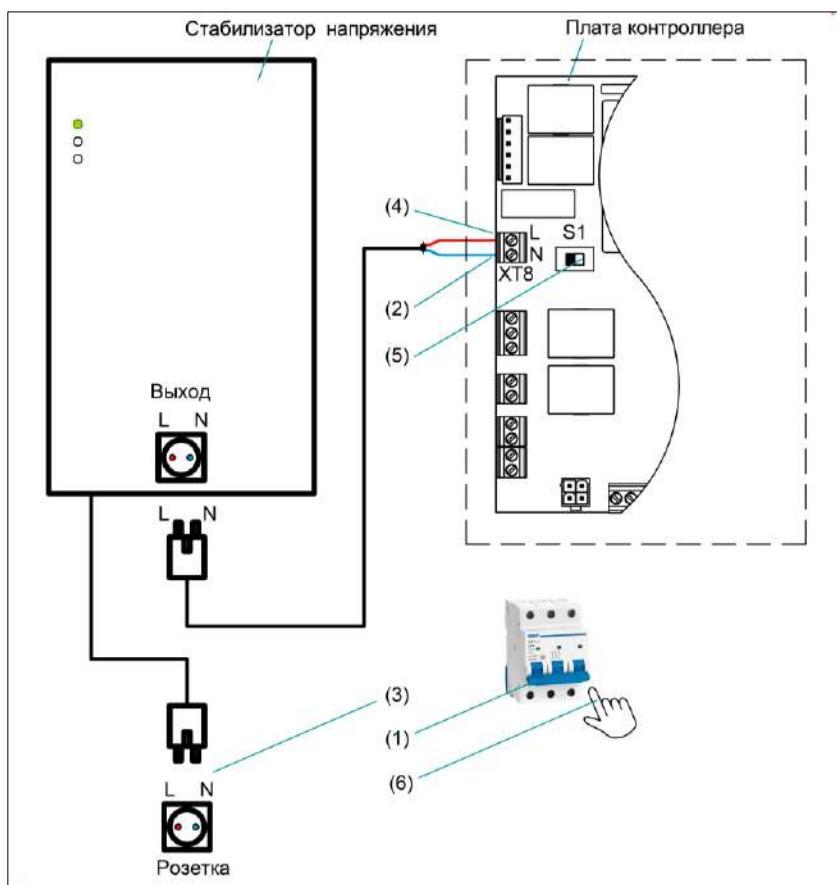

Рисунок 28. Схема подключения стабилизатора напряжения
- (1) Отключить общий автоматический выключатель.
- (2) Смонтировать переключатель фаз согласно рис. 28.
- (3) Подключить стабилизатор к сети.
- (4) Включить автоматический выключатель.
- (5) Убедиться в наличии фазы на верхнем контакте колодки ХТ8 платы контроллера.
- (6) Перевести переключатель S1 из правого положения в левое положение.